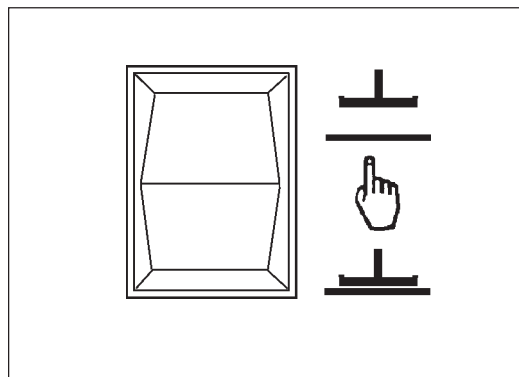

Figure 24
1. Pour abaisser la raclette et mettre le moteur d'aspiration en marche, placez le commutateur raclette relevée/abaissée en position abaissée (figure 24).
2. Pour relever la raclette, placez le commutateur de raclette en position haute (figure 24). La raclette remonte et le moteur d'aspiration s'éteint peu de temps après. **REMARQUE : La position centrale du commutateur de raclette est destinée à être utilisée avec le bouton One Touch.**